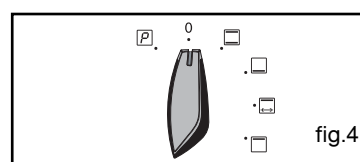

fig.4
Appuyez sur la touche "⌚" pour valider (fig.4).
Exemple : repère de température 210°C (fig.4).
- l'indicateur de durée de cuisson et 0:00 clignotent (fig.4).
L'affichage repasse à l'heure du jour en ramenant le sélecteur de fonctions sur 0 (fig.4),